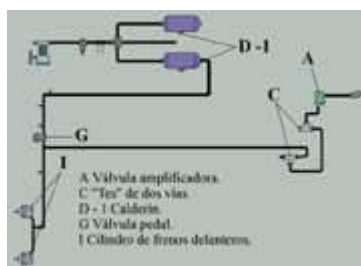

Fig. 48
- Circuito número 1.- Frenos de servicio delanteros del vehículo y emergencia al remolque (**fig. 48**).
Circuito número 1: freno de servicio delantero del vehículo tractor y emergencia del remolque (fig. 48)